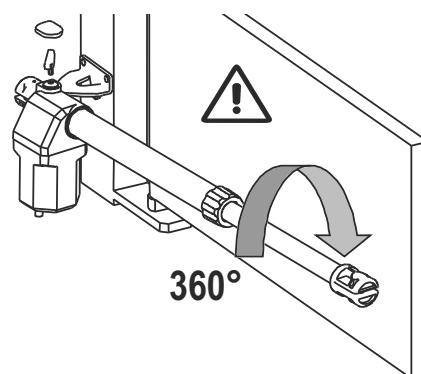

FIG. 5
- 7 - Riavvitare il tubo D 1 giro completo per 360° (FIG. 5).